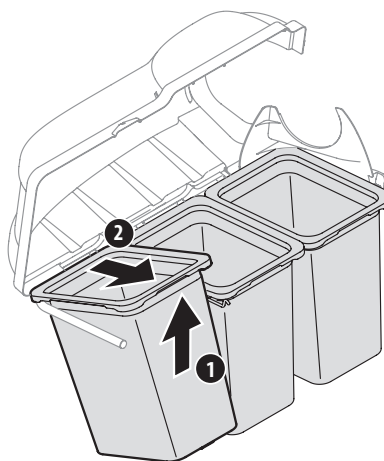

Figura 25
4. Retire las bolsas de césped, levantándolas (1) y separándolas del conjunto de soporte de las bolsas (2). Consulte la Figura 25.